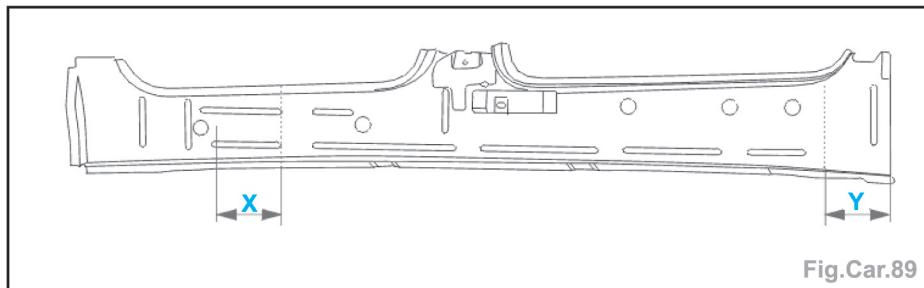

Fig.Car.89
- Tracer, puis découper (coupes définitives) (Fig.Car.89).